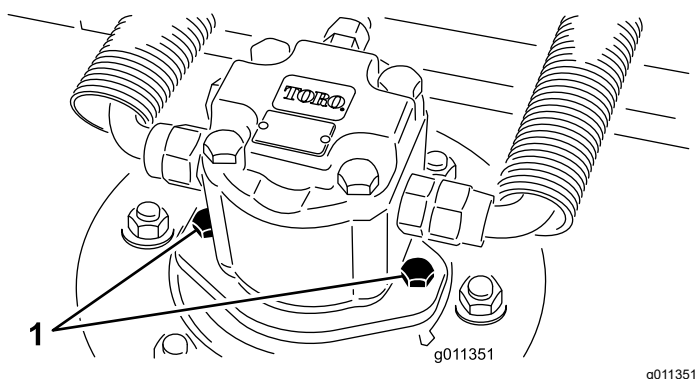

Figure 101
2. Débranchez et déposez le moteur hydraulique de l'unité de coupe (Figure 101). Couvrez le dessus de l'axe pour éviter toute contamination.
4. Montez le moteur hydraulique sur le plateau de coupe (Figure 101). Vérifiez que le joint torique est en place et en bon état.